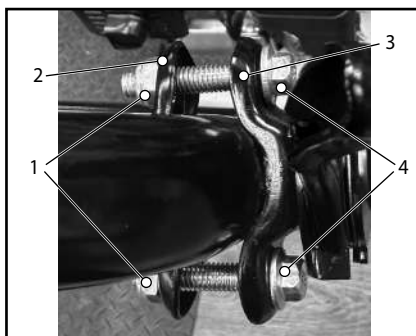

Рис. 3
2. Далее необходимо установить рычаг газа на верхнюю часть рабочей рукоятки. Открутите гайки 1 (рис. 3), отсоединяя пластины друг от друга. Приставьте рычаг газа с пластиной 3 (рис. 3) к рукоятке. Прижимая пластиной 2, накрутите гайки 1 на болты 4, фиксируя рычаг газа на рабочей рукоятке виброплиты.